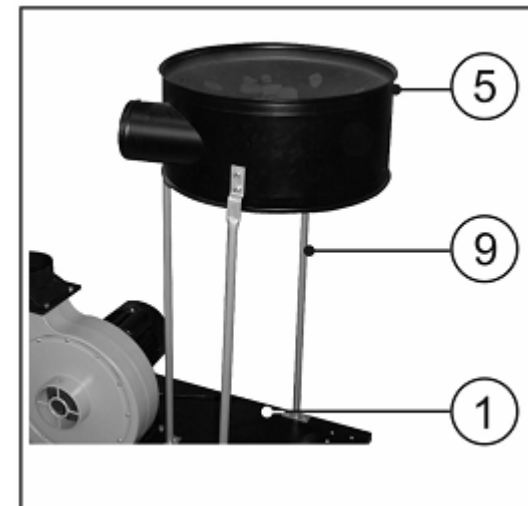

Рис.5.
- Закрепите болтами на основании три опоры (9), совместив отверстия в нижних концах опор с отверстиями в основании (1) и установите на них корпус фильтра (5), Рис.5.